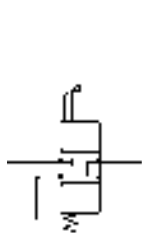

图 17.8.46 绘制图形 (七)
(3) 按 Enter 键重复“直线”命令, 绘制两条垂直直线 (图 17.8.46)。
(4) 用 **修改(M)** → **修剪(T)** 命令, 对图形进行修剪, 修剪后的结果如图 17.8.46 所示。